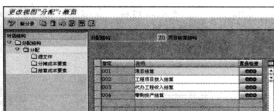

图 9-52 “项目结算结构”对应分配项
STEP 2 选择“项目结算结构”以后，在左边栏目中选择菜单中的“分配”项，双击后即可看到右边栏目中会显示关于“项目结算结构”中所对应的分配项，如图 9-52 所示。
STEP 3 在图 9-52 中的“分配结构”选择指定的分配结构，然后在左边栏目中选择菜单中的“源文件”项，双击后即可看到右边栏目中会显示关于“001 项目结算”中所对应的源文件细节内容，如图 9-53 所示。在此界面中，可以为“分配结构”选择成本控制域及成本要素。
STEP 4 同样在图 9-52 中的“分配结构”选择指定的分配结构，然后在左边栏目中选择菜单中的“结算成本要素”项，双击后即可看到右边栏目中会显示关于“001 项目结算”中所对应的“结算成本要素”内容，如图 9-54 所示。在此界面中，可以为“分配结构”根据指定的“接收方类型”设置“结算成本要素”。